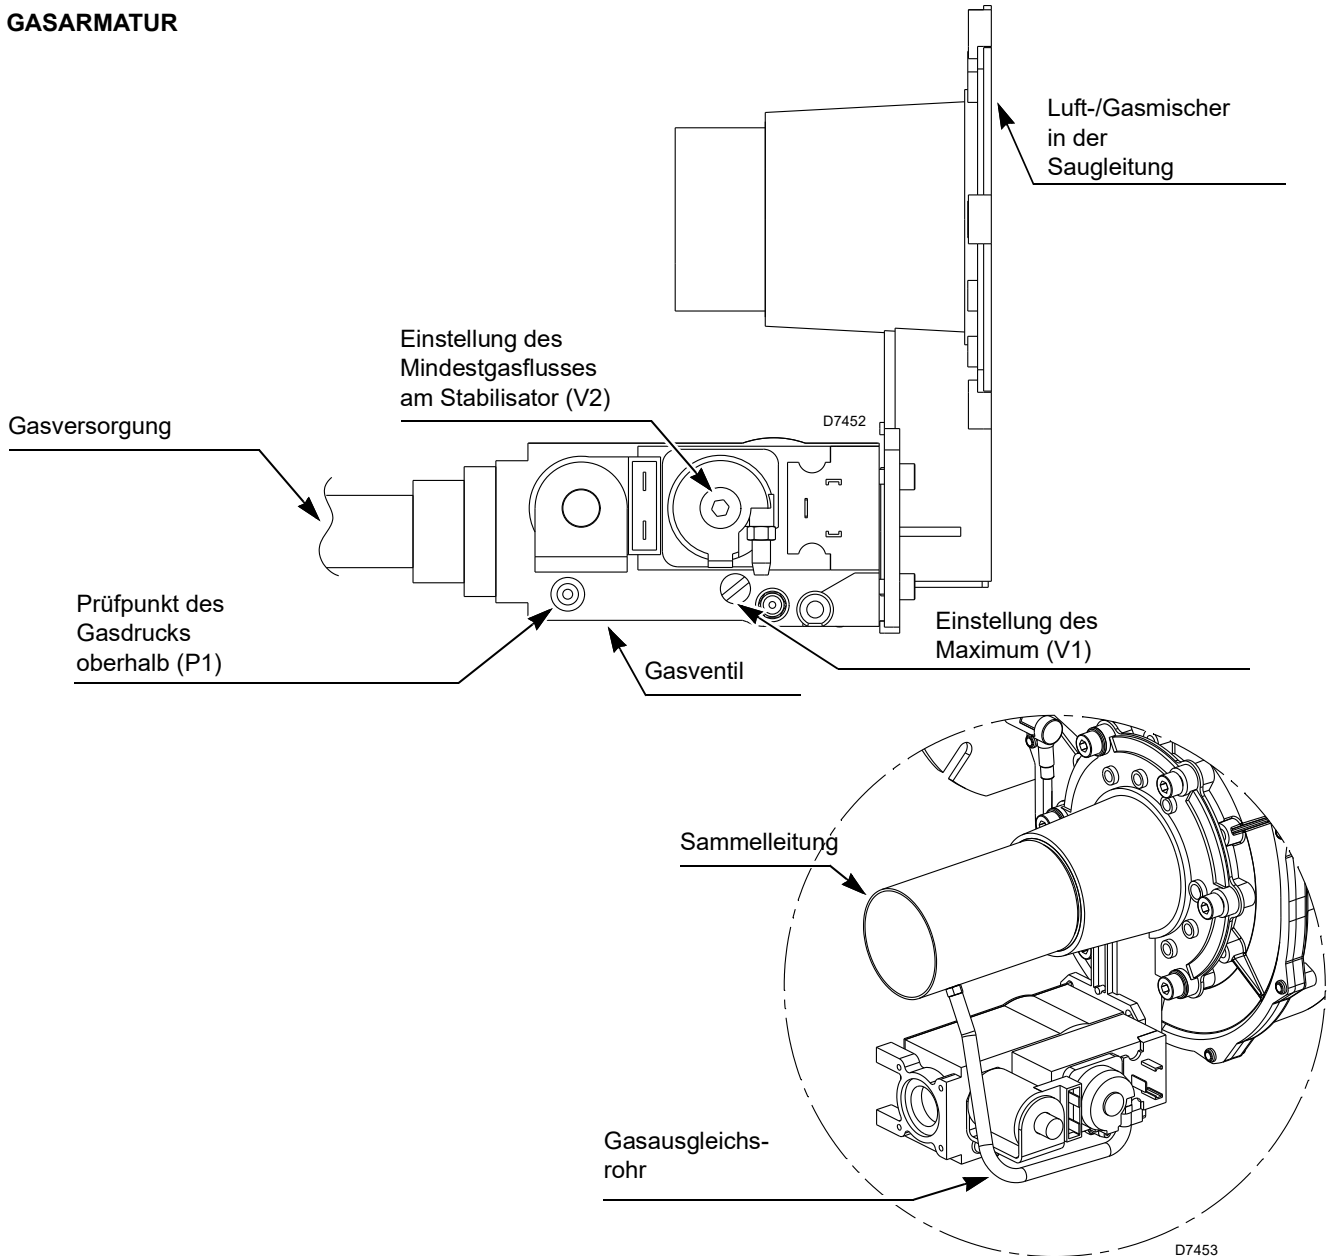

Abb. 16
Luft-/Gasmischer Abb. 16
- die Luft aus der Gasleitung mittels der Schraube am Anschluss des Gasdruckprüfpunktes (P1) (Abb. 16 auf Seite 21) ablassen;